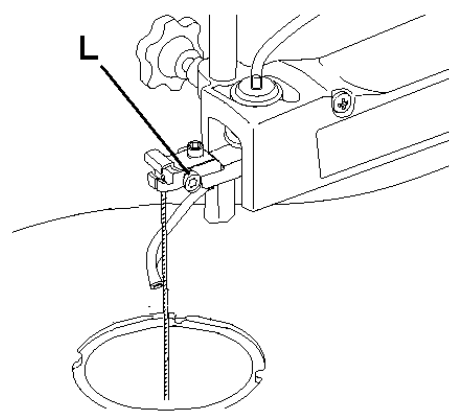
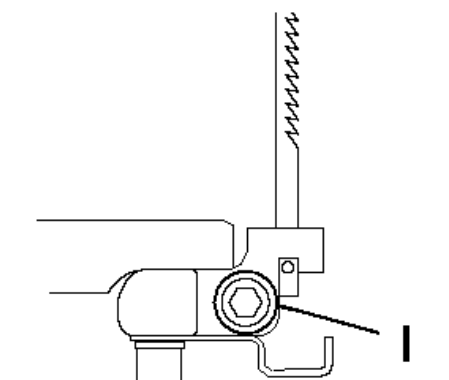

Рис. 6
Рис. 7
• Ослабьте винт верхнего держателя лезвия (L) (рис.6) и винт нижнего держателя лезвия (I) (рис.7).